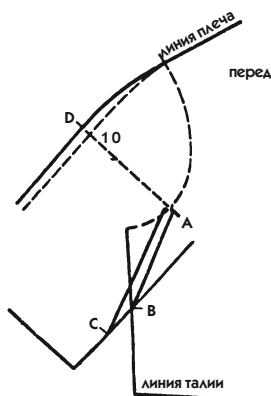
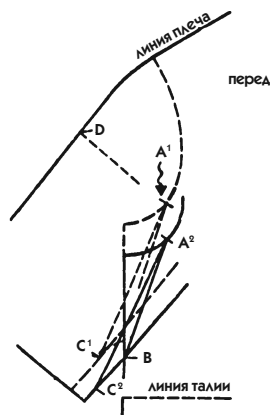

Рис. 693
Рис. 694
Если ширина рукава на лекале недостаточна, обратитесь к пояснениям ниже, начиная с рис. 693, а пока закончите задание. Рукав на приведенном примере должен иметь ширину 34 см, и будем рассматривать эту мерку как достаточную.
• На расстоянии полученной величины проведите от точки 10 до низа линию, параллельную линии верхнего среза рукава (рис. 693).
Для одежды прилегающего силуэта применяют одно из решений, данных в описании к рис. 693 и 696.
Для одежды прямого покроя рассмотрим самый оптимальный прием расширения рукава (см. рис. 694).
- Начните с переда: проведите пунктиром линию проймы, линию нижнего среза рукава и линии надреза (засечки  $A^1$  и  $C^1$  на рис. 694).
2. Эту копию положите на базовое лекало и сдвигайте его вверх, составляя линии боковых срезов совмещенными до тех пор, пока линия нижнего среза базового лекала рукава не окажется удаленной от пунктирной линии на половину прибавляемой ширины (сплошная линия на рис. 694). В нашем примере прибавьте 3 см для переда, чтобы перемещение совпадало с представленным на рисунке.
3. Снова переснимите, на этот раз сплошной линией, линию нижнего среза рукава, линии надреза, пройму и засечки (рис. 694, засечки  $A^2$ ,  $C^2$  и В).
- если вы считаете, что его ниспадание предпочтительнее, чем выпуклость (как на рис. 693) или перемещение точки А вниз (как на рис. 694);